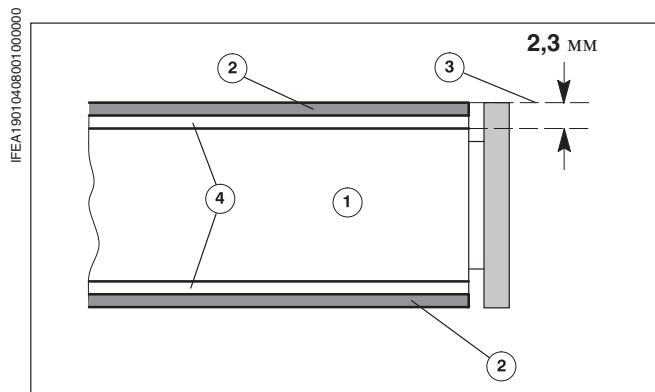

Рис. 30 Декель цилиндра
Проточка офсетного цилиндра (Рис. 30/③): 2,3 мм (поверхность офсетного цилиндра расположена на 2,3 мм под контактным кольцом).
Декель офсетного цилиндра состоит из офсетного полотна толщиной 1,95 мм (Рис. 30/②) и бумажной подложки (Рис. 30/④).